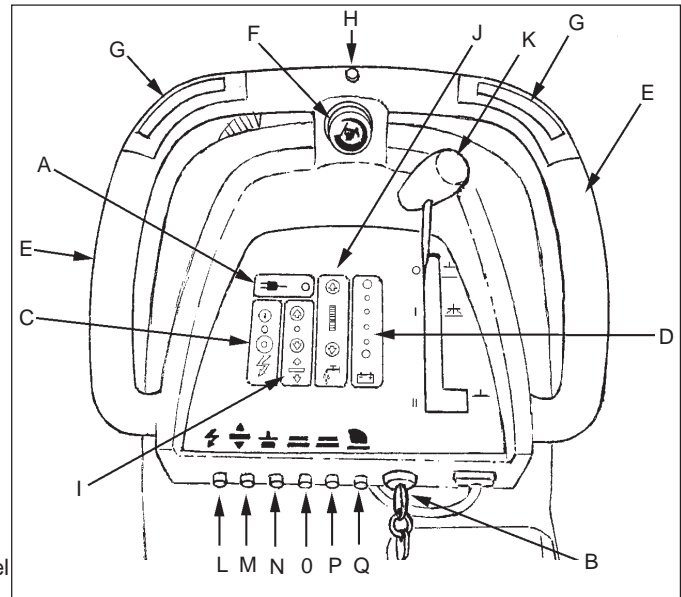

Abb. 3
**Batteriemessgerät (siehe Abb. 3, Punkt "D")**
**Bediengriffe (siehe Abb.3, Punkt "E")**
**Traversengeschwindigkeitsknopf (siehe Abb.3, Punkt "F")**
**Vorwärts-/Rückwärts-Schalter (siehe Abb. 3, Punkt "G")**
**Rückwärtsschalter (siehe Abb. 3, Punkt "H")**
**Bürstenmotorschalter (siehe Abb. 3, Punkt "I")**